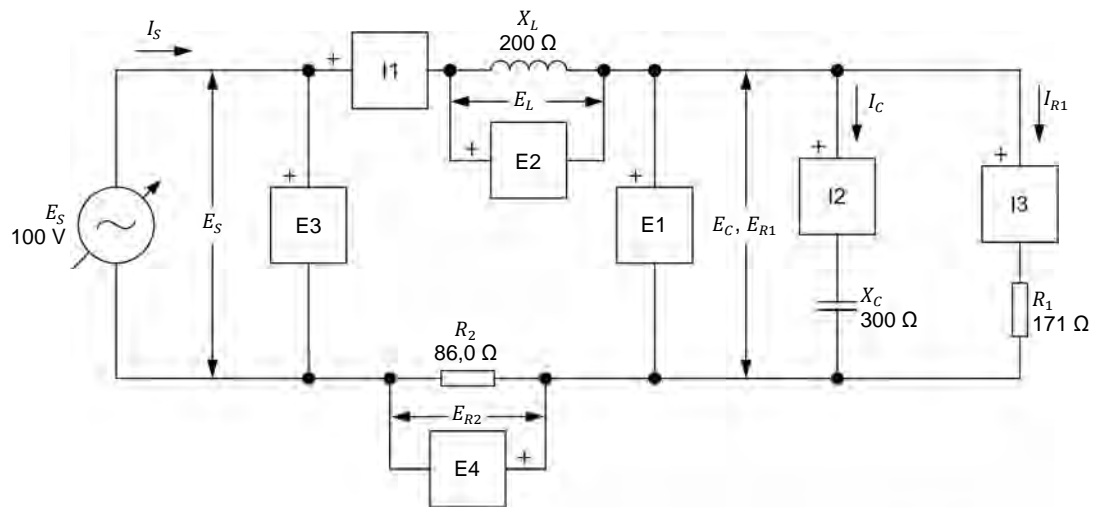

Figure 4-9. Circuit ca contenant deux résistances, une bobine et un condensateur, et monté pour l'analyse de circuit.
- Montez le circuit montré dans la figure 4-9.
10. Résolvez le circuit en entier de la figure 4-9 à l'aide de la méthode du triangle des puissances. Assumez que la tension du condensateur E_C ($E_C = E_{R1}$) est égale à 50,0 V.